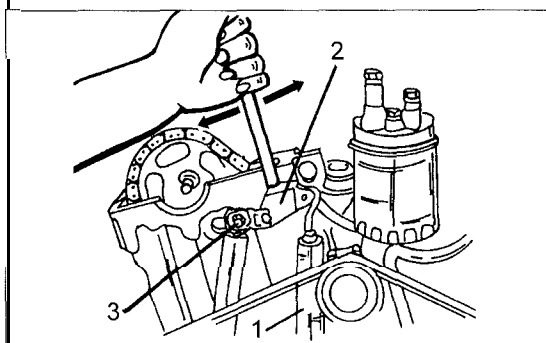

Bild 196
- Die Mutter des Spannhebels (1) in Bild 194 lockern und einen Dorn in den Federspannhebel einsetzen, wie es Bild 196 zeigt. Dazu kann zum Beispiel ein Metallstab von 12 mm Durchmesser und 180 mm Länge benutzt werden.